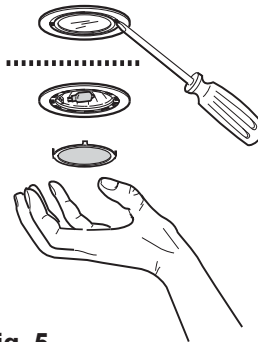

Fig. 5
- Extraer la protección haciendo palanca con un pequeño destornillador de boca plana o una herramienta similar. **Fig. 5.**